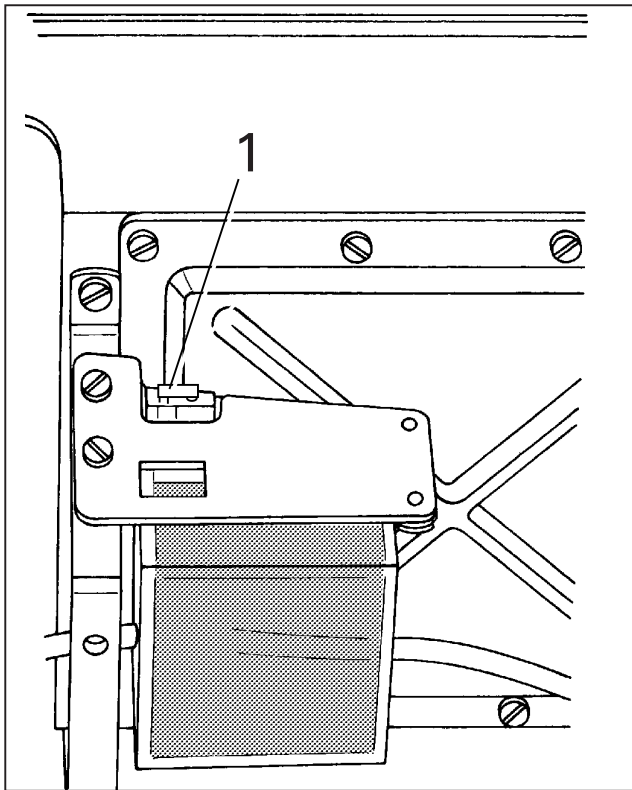

Fig. 1
- Quite el tapón 1 (fig. 1). Este tapón sólo sirve como protección para el transporte de la máquina, no debiendo utilizarse durante la costura.